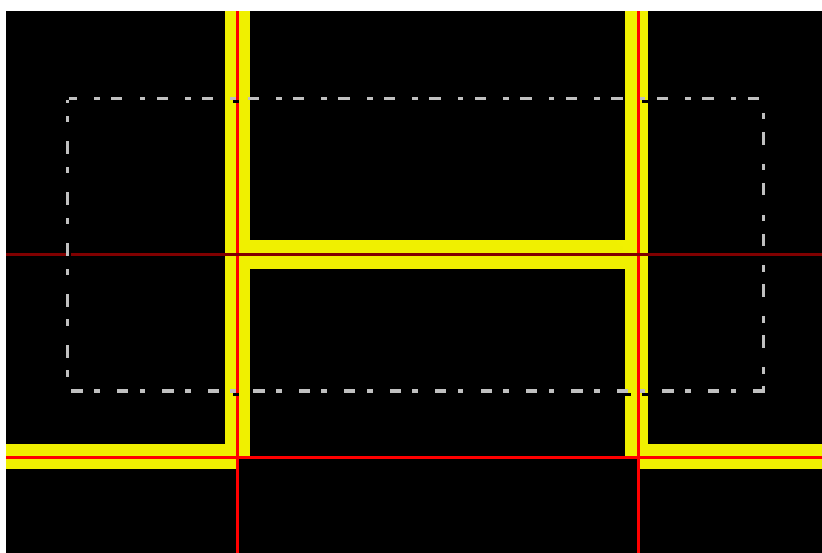
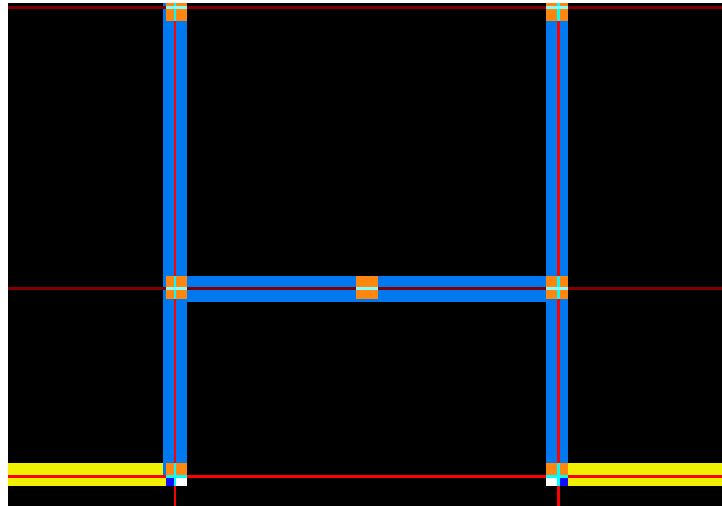

图 2-47 反向框选
图 2-48 框选完成
(2) 单击图中任一点，向左方拉一个方框选择，拖动框为虚线，框内及与拖动框相交的图元均被选中，如图 2-47、图 2-48 所示。